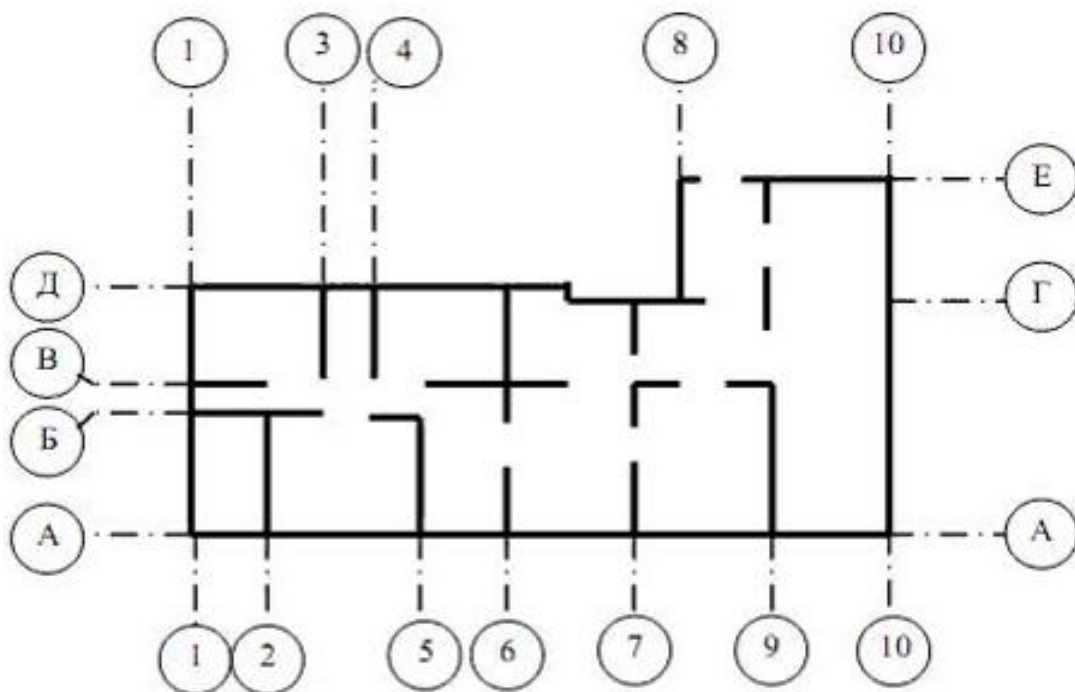

Рисунок 1 - Пример маркировки координационных осей
*Следует учесть, что для проектирования (выполнения чертежа) монтажных работ в цехе применяется сетка координационных осей. Координационные оси наносятся штрихпунктирными тонкими линиями и обозначаются, как правило, по левой и нижней сторонам плана, маркируются, начиная с левого нижнего угла арабскими цифрами (слева направо) и прописными буквами русского алфавита (снизу вверх) в кружках диаметром 8 мм (рисунок 1).*